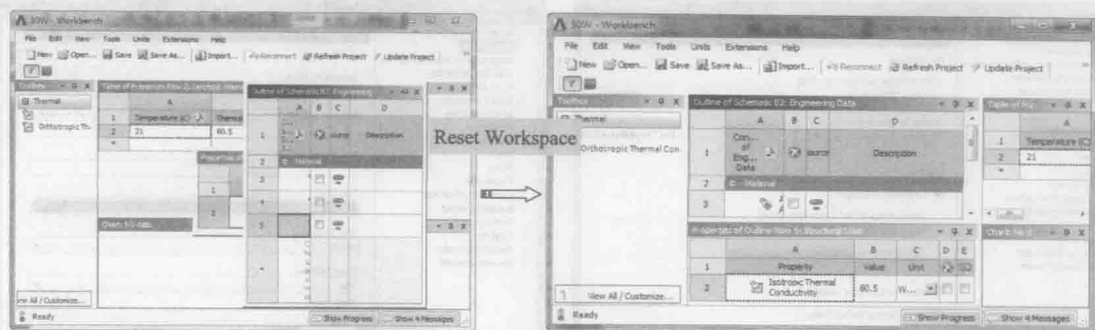

图 1-8 Reset Workspace (复原操作平台)
- ✧ Reset Workspace (复原操作平台)：将 ANSYS 14.5 Workbench 平台复原到初始状态，如图 1-8 所示。